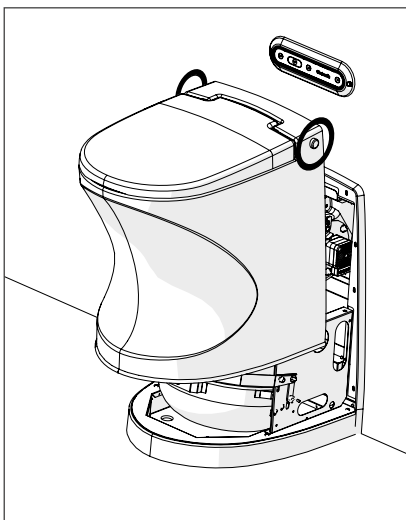

Abbildung 4
2. Ziehen Sie das Gehäuse der Toilette aus seiner Verbindung mit der Rückwand heraus. Damit das Ziehen gelingt, umgreifen Sie mit Ihren Fingern die „Tasten“ (Abbildung 4).